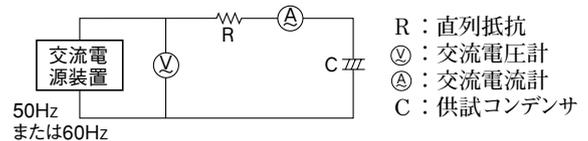

図 2-5
(1) (図 2-5) に示す回路において、供試コンデンサの定格静電容量値により直列抵抗 R を (表 2-1) より決める。